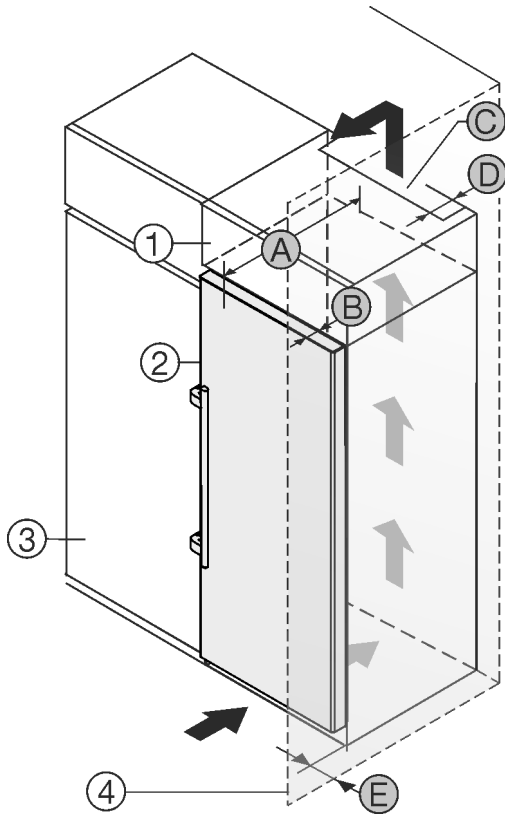

Fig. 2
Voit pystyttää laitteen suoraan jääkaapin Fig. 2 (3) viereen.*
Lisäkaapin takana on oltava lisäkaapin levyinen poistoilma-kuilu, jonka syvyys on Fig. 2 (D).*
Katon alapuolelle on jätettävä ilmanvaihdon poikkipinta-alaa Fig. 2 (C) vastaava tila.*
Jos asennat laitteen oven saranapuolen seinän Fig. 2 (4) viereen, laitteen ja seinän väliin on jätettävä vähintään 57 mm väli. Tämä vastaa kahvan ulkonemaa oven ollessa auki.*
Jotta voit avata ovet kokonaan, laitteen on oltava oven syvyyden Fig. 2 (B) verran ulospäin keittiökaappien etureunasta. Keittiökaappien Fig. 2 (3) syvyyden ja välikkeiden käytön mukaisesti laite voi olla ulompana.*